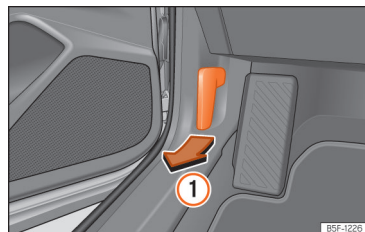

Fig. 219 Alavanca de desbloqueio no espaço para a zona dos pés do condutor.
• Abra a porta e puxe pelo manípulo que existe debaixo do painel de instrumentos »» Fig. 219 ①.